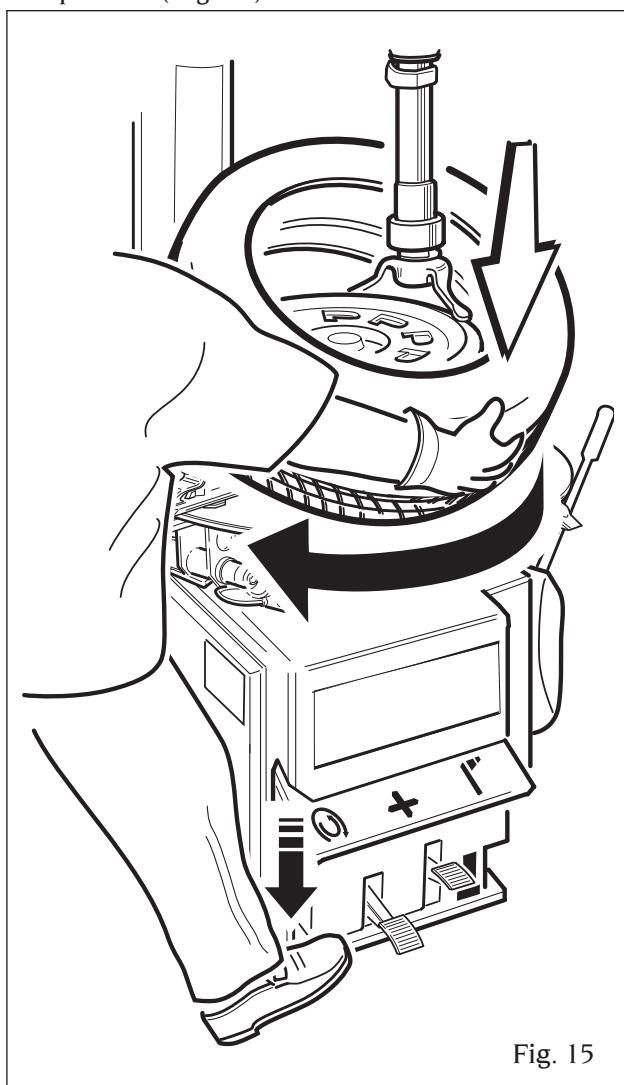

Fig. 15
- Poser le pneu sur la jante et amener le bras oscillant en position de montage. Mettre le talon inférieur dans la position indiquée sur la figure 15, de façon à ce qu'il soit au-dessus de la portion arrière de la tête de montage/démontage et au-dessous de sa portion avant. Appuyer sur la pédale du plateau pour le faire tourner dans le sens des aiguilles d'une montre et monter
ainsi le talon. Utiliser la base creuse de la jante en poussant vers le bas contre la paroi opposée à la tête de montage/démontage (voir Figure 15) afin de réduire la force de tension sur les talons pendant la rotation de la jante.